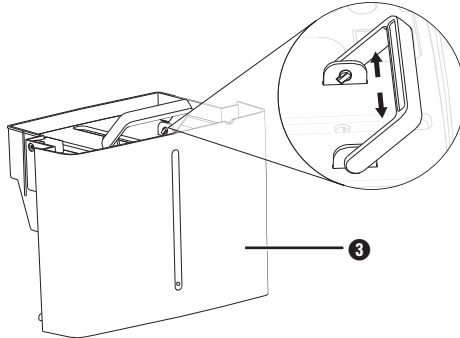

Fig. 5
- Ne nettoyez pas le réservoir d'eau ❸ au lave-vaisselle. Il sera sinon endommagé.
- ◆ Retirez le réservoir d'eau ❸, jetez l'eau et séchez-le à l'intérieur et l'extérieur avant de le remettre en place.
- ◆ Pour nettoyer le réservoir d'eau ❸ de l'intérieur, vous devez retirer le couvercle. Penchez pour cela la poignée en avant jusqu'à ce que les tenons sur la poignée correspondent aux rainures sur le réservoir d'eau ❸. Vous pouvez maintenant détacher la poignée en la poussant des deux côtés hors des rainures (voir figure 5).